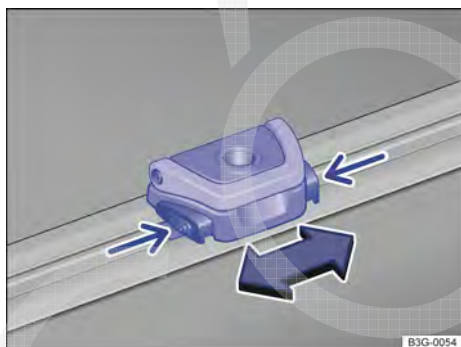

Fig. 251 No compartimento de bagagem: ajustar e remover os olhais de amarração.
- Pressionar os botões dos olhais de amarração → **Fig. 251** (setas pequenas) ao mesmo tempo, e mantê-los pressionados.
- Colocar os olhais de amarração, conforme representado → **Fig. 251**, na posição desejada sobre o trilho, e soltar os botões.
- Deslocar os olhais de amarração no sentido desejado → **Fig. 251** e soltar novamente os botões na posição desejada.
- Pressionar os botões dos olhais de amarração → Fig. 251 (setas pequenas) ao mesmo tempo, e mantê-los pressionados.